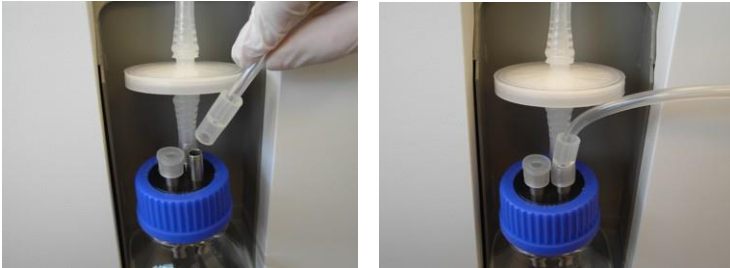

Figure 3-87. Raccordement de l'extrémité proximale de la tubulure d'implantation au bocal
11. Raccordez l'extrémité proximale du tuyau d'implantation au bocal à déchet, comme illustré à la Figure 3-87.